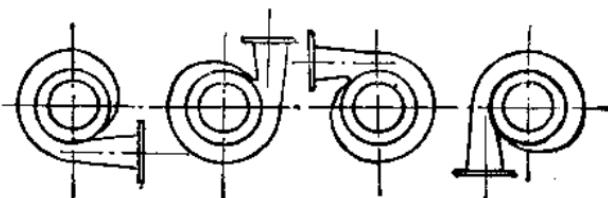

图 7 蜗壳状泵体
1. BA 型：泵壳内部槽道面积由小逐渐扩大，具有螺旋形，呈蜗壳状。整个泵壳用铸铁铸成整体，并在出口法兰上钻有安装压力表的管螺孔，出水口方向可以变换（如图 7）。